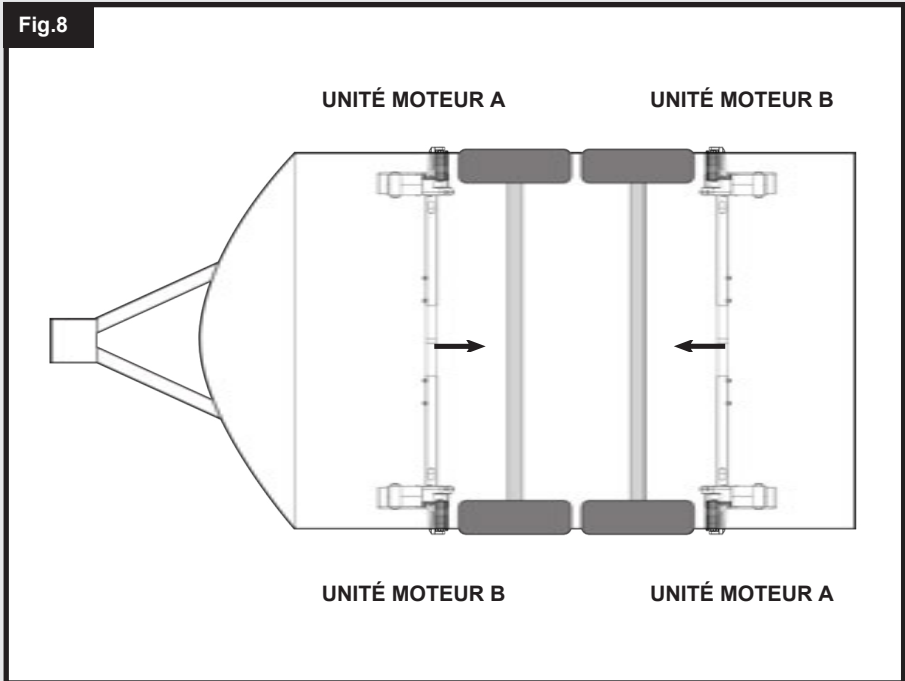

Fig.9
Étudier la Fig.9. D'un côté du véhicule, soulever l'ensemble du cadre et fixer sans serrer l'ensemble de serrage au cadre et au châssis, comme indiqué sur la Fig.10. Les fixations de l'ensemble de serrage (7, 16, 17, 18) doivent être serrées à la main à ce stade. Une fois l'ensemble auto-supporté par les fixations desserrées, répétez le processus de l'autre côté du véhicule.
Une fois satisfait de l'espacement du moteur, serrez à fond les quatre écrous nyloc (17) sur les deux ensembles de serrage (Fig.9) à un couple de 40 ft lbs/55Nm, puis les boulons (Fig.1A) sur chaque cadre côté moteur à un couple de 9ft lbs/12Nm. Vérifiez à nouveau la distance de 20 mm entre les rouleaux et les pneus et si nécessaire, desserrez les boulons et réajustez la position de l'ensemble. Une fois que vous êtes satisfait de la position de l'ensemble, installez et serrez les écrous et boulons d'arrêt du châssis (7) dans chacune des plaques supérieures de la pince classique (8) (voir Fig. 9). Serrez avec un couple de serrage de 40 ft lbs/55Nm. Les boulons d'arrêt s'accrochent à la lèvre du châssis et empêchent le chariot de glisser le long du châssis